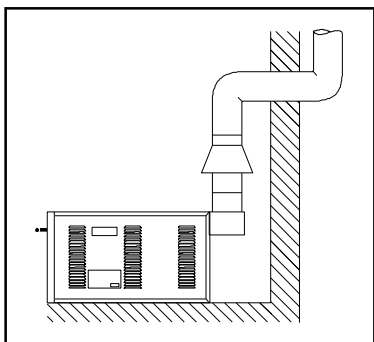

ABB. 11 (NATÜRLICHE ABFÜHRUNG)
1) Natürliche Abluft (Abb. 11)